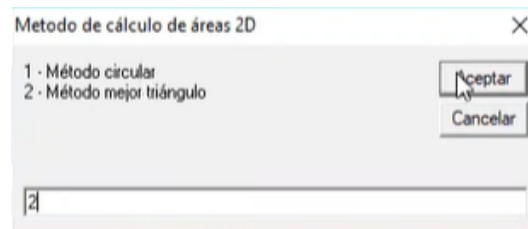

Figura 296. Selección del método.
48. En la ventana emergente, seleccionar la opción “2 Método mejor triángulo”. Figura 296.